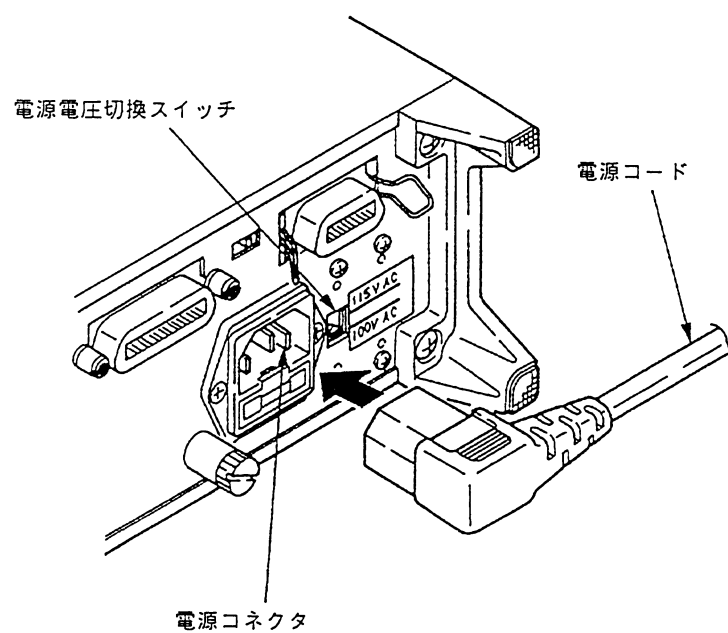

図1.4 電源への接続
(1) 電源への接続
- ① 設置場所がきまりましたら、図 1.4 に示すように、付属の電源コードを本器リアパネルの電源コネクタに接続します。
- ② 本器の電源スイッチ(フロントパネル)が OFF の状態にあることを確認した後、図 1.4 に示すように、電源コードの差し込みプラグを最寄りの電源コンセントに接続します。この際電源電圧を間違えると本器破損の原因となります。必ず、電源電圧切換スイッチの横に印刷された電圧範囲内の電源をご使用ください。